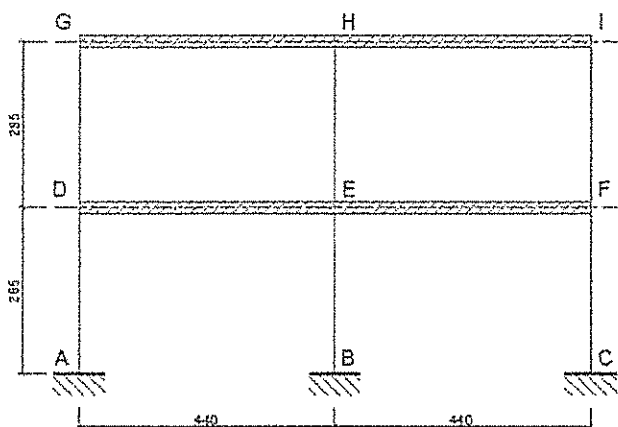

Figura 2
- c) Stimare i periodi, le forme modali e le masse partecipanti della struttura nell'ipotesi di telaio *shear-type* (Figura 2).